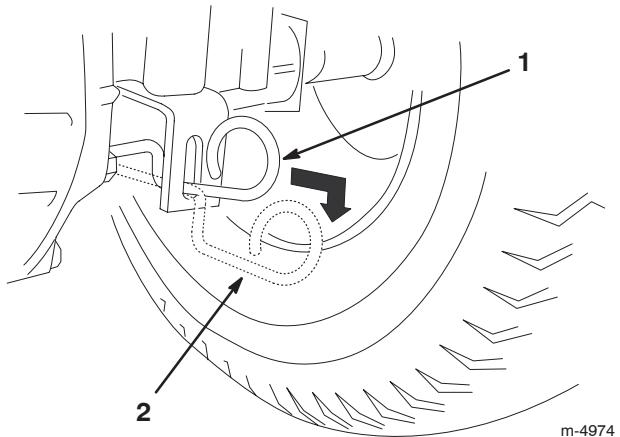

Bild 12
4. Ziehen Sie den Antriebshebel in die Schiebestellung heraus (Bild 12).
Hinweis: Dadurch wird der Antrieb ausgekuppelt, und die Räder befinden sich im Freilauf (Bild 12).
Schieben Sie den Antriebshebel in die Einsatzstellung (Bild 12).